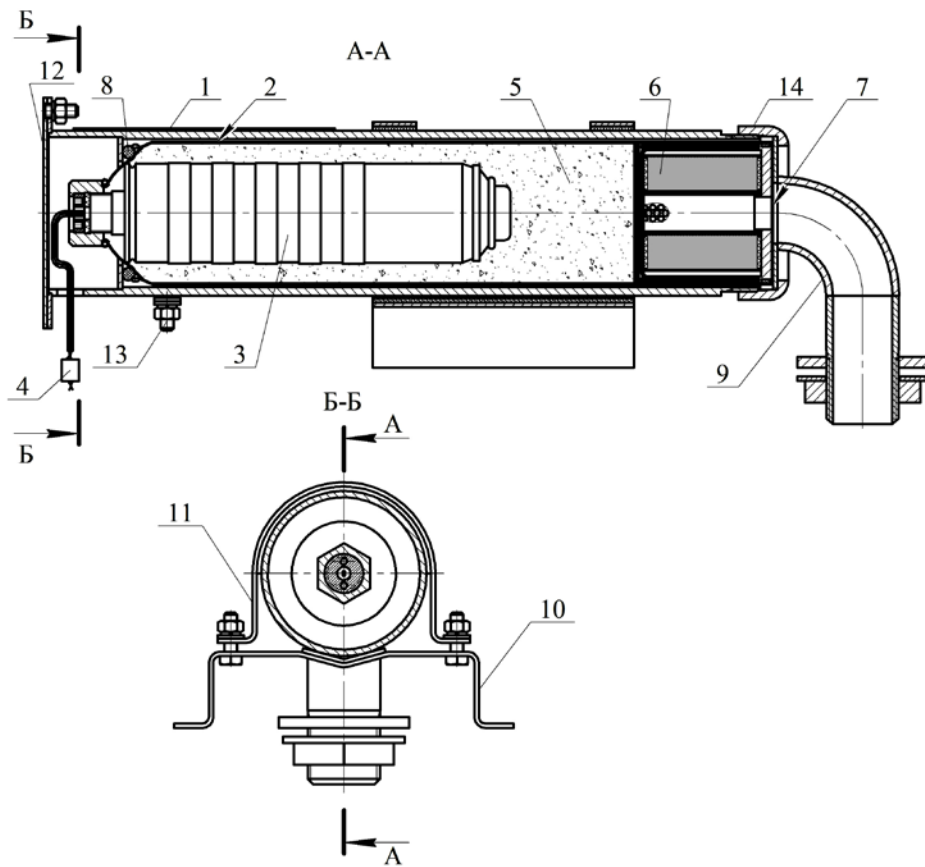

Рисунок 1
4.1.1 ГППТ (см. рисунок 1) состоит из корпуса **1**, в котором размещен сменный картридж **2**, содержащий газогенерирующий элемент **3** с элементом электропусковым **4**.
- открутив гайку **14** (см. рисунок 1), снять угловой патрубком **9**, извлечь сработанный картридж **2** и резиновое кольцо **8**;
6.1 Извлечь ГППТ из упаковки, произвести визуальный осмотр целостности корпуса. Снять с ГППТ крышку **12** (см. рисунок 1).
6.2 Снаружи защищаемого объема на стене или потолке закрепить кронштейн **10** (см. рисунок 1). Ориентация ГППТ в пространстве относительно оси его корпуса может быть любой. Координаты крепежных отверстий в кронштейне ГППТ приведены на рисунке 2.